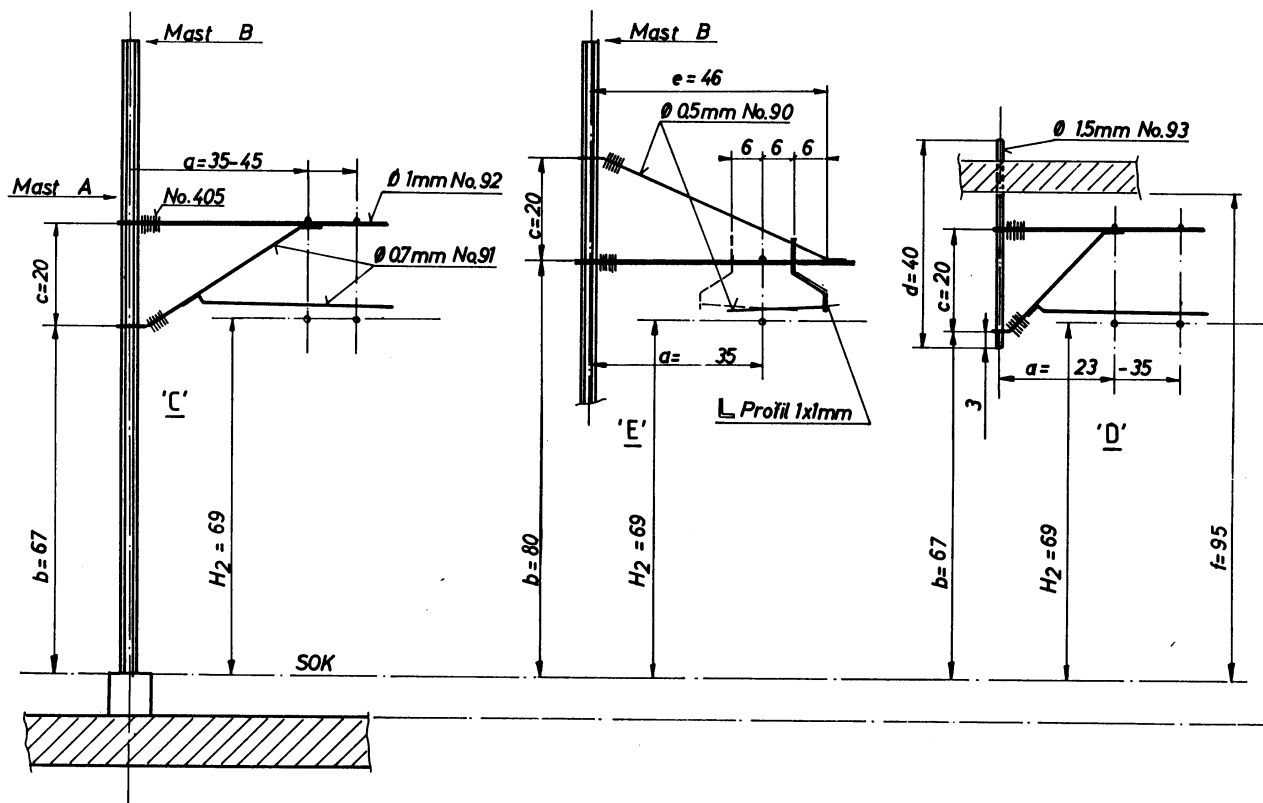

Bild 3.14: Einfachausleger "C", "D" und "E".
Links im Bild 3.14 ist der Standardausleger Typ "C" zu sehen. Diesen am meisten benötigten, langen Ausleger verwenden wir für die Streckenmasten und zur Montage an den Quertragwerkmasten. Das Mass "a" ist wegen der unterschiedlichen Abstände Mast - Gleisachse variabel. Deshalb müssen die Ausleger- und Seitenhalterdrähte mit entsprechender Längenzugabe versehen werden.
Bild 3.23: Auf den Ausleger "D" montieren wir nun die Isolatoren Nr. 405 (1). Den Isolator für den Ausleger müssen wir aber vorgängig mit einem 1-mm-Bohrer ausbohren, da dessen Bohrung nur einen Durchmesser von 0,8 mm hat (2). Dann wird das untere Ende der Auslegerstütze parallel zum Auslegerdraht gebogen (3). Auf das Mass "c" zwischen Ausleger und Auslegerstütze ist dabei zu achten (Bild 3.14).
Bild 3.27: Die U-Profile werden auf der mit Nägeln gesicherten Hängestütze (1) mit je einem Nagel befestigt (2) und verlötet. Die Positionen der Profile sind die gleichen wie für den Ausleger "D" und sind der Bild 3.14 zu entnehmen. Als Alternative können die U-Profile auch asymmetrisch an der Hängestütze oder am Mast befestigt werden.
Die Angaben in der Bild 3.14 legen die Positionen der Bohrungen für die Ausleger fest. Das Mass "c" ist für alle Ausleger 20 mm. Das Mass "b" legt die Höhe des Auslegers über SOK fest. Es beträgt für den Ausleger "E" 80 mm, für alle ändern Typen beträgt es 67 mm.